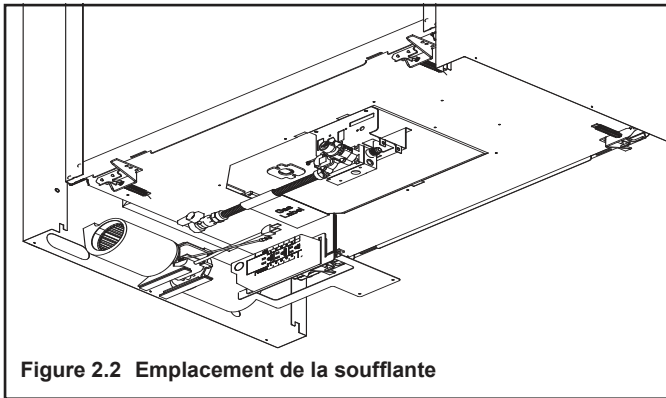

Figure 2.2 Emplacement de la soufflante
1. Placez la soufflante dans le poêle comme le montre la Figure 2.2.